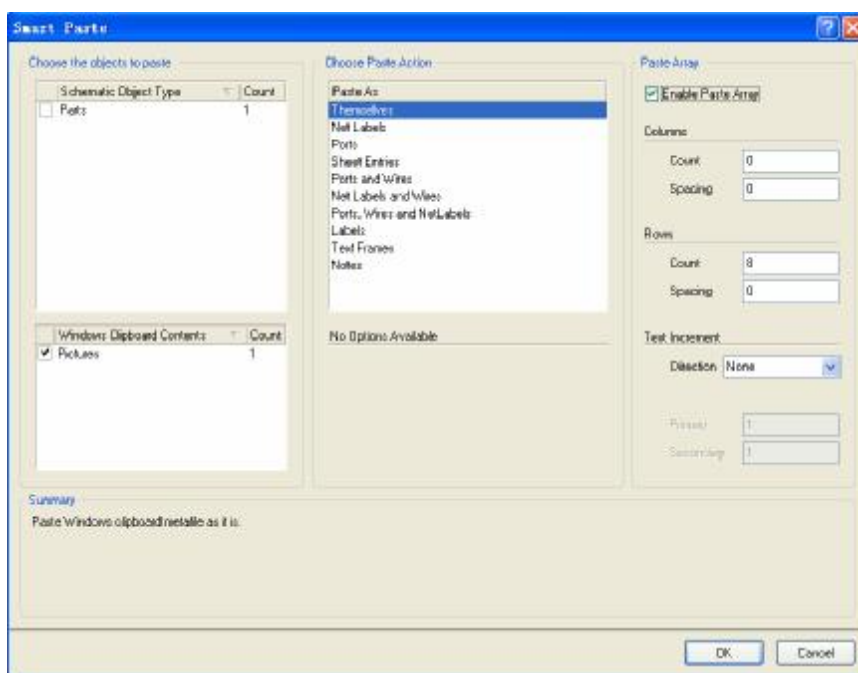

图 4-39 数组式粘贴对话框
- 执行菜单命令 View/Toolbars/Drawing，打开画图工具栏，单击画图工具栏中的按钮，将弹出 Setup Paste Array（数组式粘贴）对话框，如图 4-39 所示。